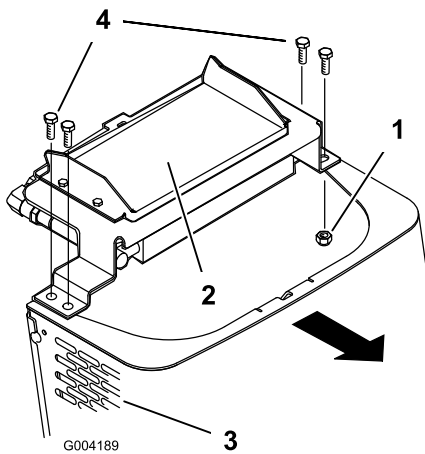

Figura 28
6. Rimuovete i bulloni di spallamento e i dadi che fissano il radiatore dell'olio alla parte superiore della griglia anteriore (Figura 28).